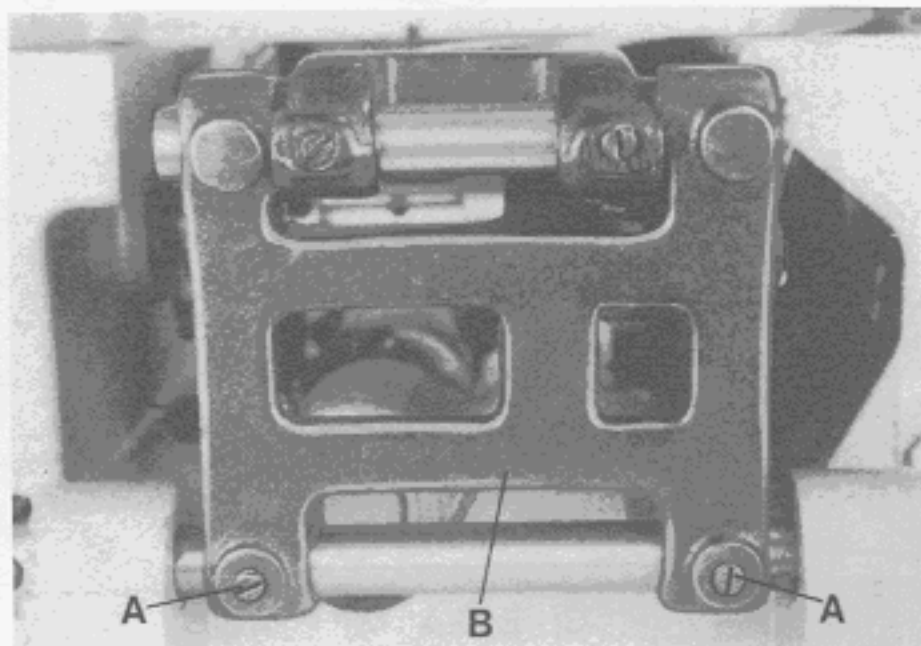

Fig. 7
After loosening screws (A, Fig. 7) rear in the feed rocker (B), the feed bar with feed dog can be moved laterally to center the feed dog in the throat plate slots, if required. Retighten screws (A).
Nach dem Lösen der Schrauben (A, Fig. 7) hinten im Transportrahmen (B) kann der Transporteurträger, bei Bedarf, mit dem Transporteur seitlich verschoben und in den Stichplattenschlitten vermittelt werden. Ziehen Sie die Schrauben (A) wieder an.